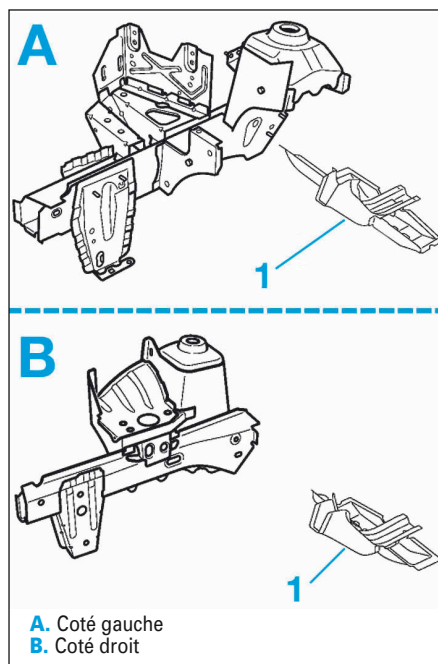

FIG.5
- Lors du remplacement du demi-bloc avant, remplacer la partie arrière (1) de celui-ci (Fig.5).